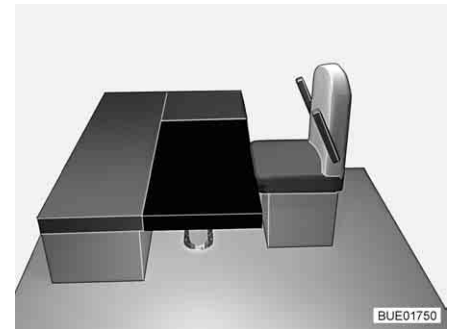

Fig. 127 Dopo la trasformazione
- Collocare il cuscino aggiuntivo rettangolare sul tavolo (davanti al cuscino dei sedili, vedi Fig. 127).